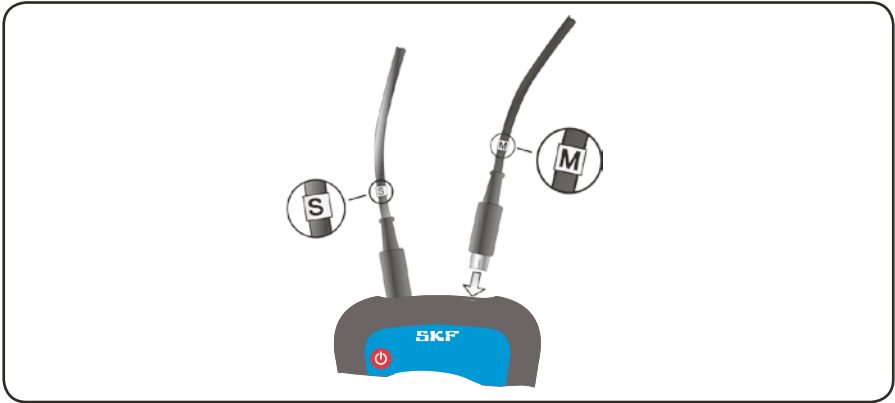

Fig. 9. Connexion des appareils de mesure
- b) Connecter les appareils de mesure sur l'unité de visualisation. S'assurer que le marquage sur les câbles correspond au marquage des ports de l'unité de visualisation (fig. 9).